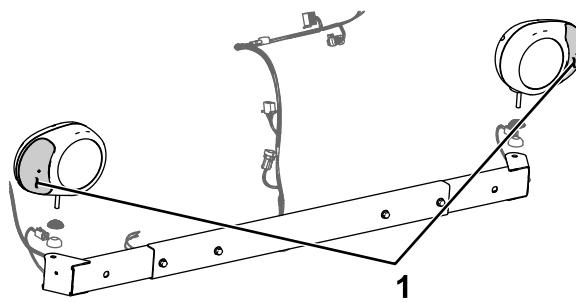

Figura 13
1. Allineate i gruppi delle luci operative di sinistra e destra con i vetri gialli verso l'esterno, come illustrato nella Figura 13.